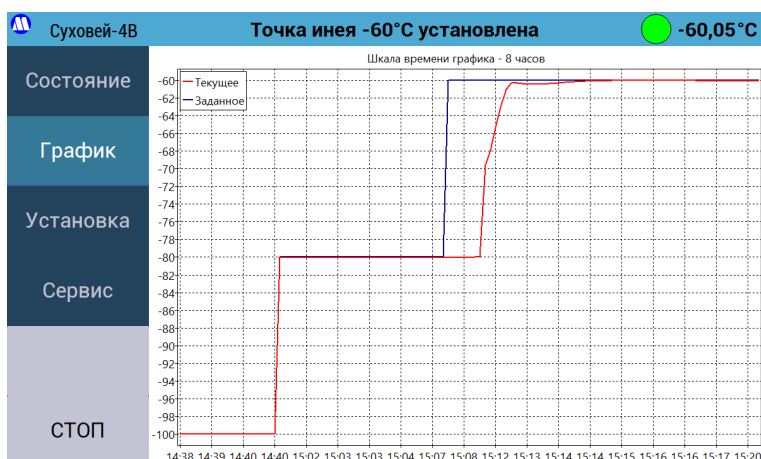

Рисунок 11 – Экран «График».
7.2.7. На экране «**График**» (Рисунок 11) отображаются графики воспроизводимого (красный) и заданного (синий) значений температуры точки росы/инея. Текущий масштаб шкалы времени графика отображается в верхней части. Переключить масштаб по оси X можно либо нажимая на область графиков (по возрастанию), либо нажимая на кнопку «График» (по убыванию), либо в меню «Настройки отображения» - см. п.7.2.11.1). Перерисовка графиков в соответствии с новым масштабом произойдет при очередном опросе генератора (обычно не более 2 секунд). Масштаб графиков по оси Y выбирается автоматически.